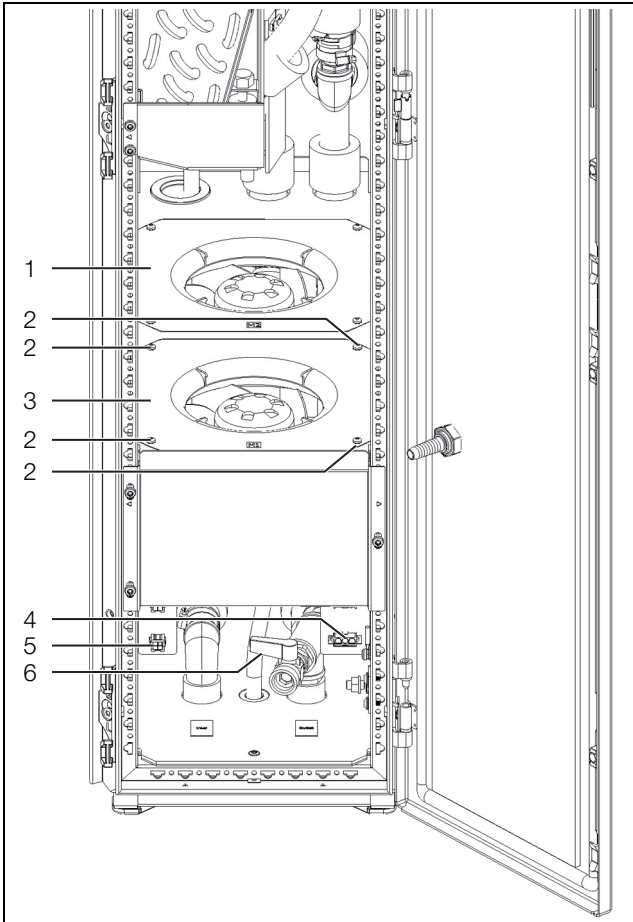

Bild 22: Fläktbyte
- Öppna avtappningskranen (bild 22, pos. 6).